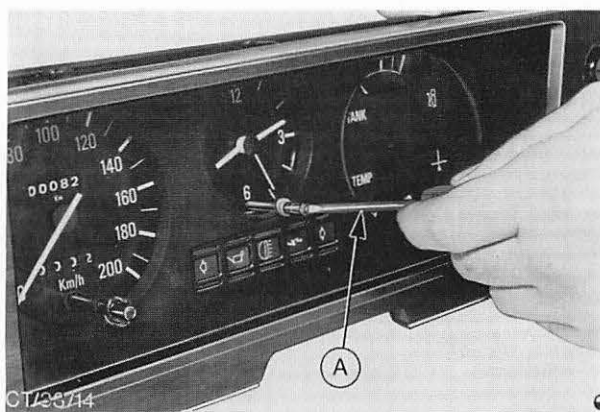

Abb. 34 Einstellknopf-Zeituhr herausdrehen
3. Einstellknopf der Zeituhr mit Schraube entfernen, Abb. 34.
10. Einstellknopf der Uhr mit Schraube befestigen, Abb. 34.